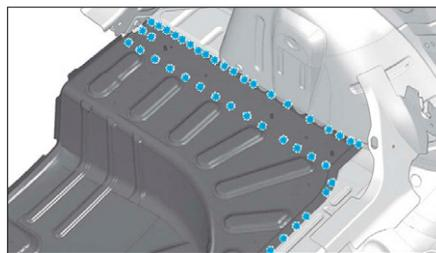
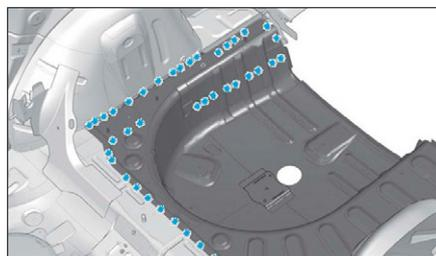

FIG. 202
FIG. 203
- Dépointer et fraiser comme illustré (Fig.202) et (Fig.203).